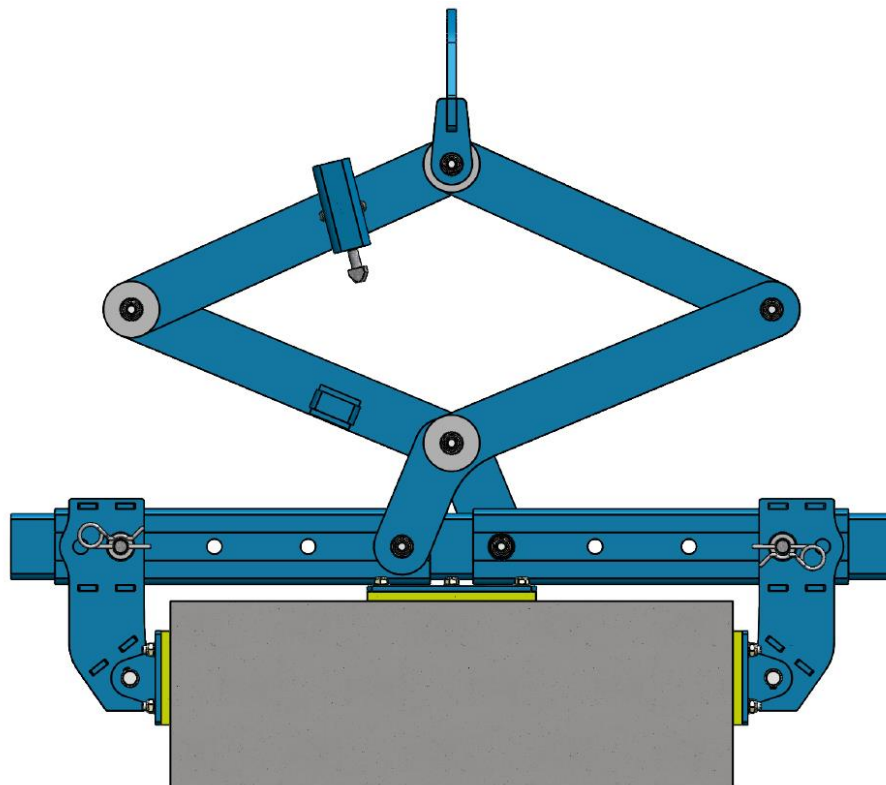

Rys.5 – Chwytnik w pozycji otwartej. Uniesienie chwytnika do góry nad ładunkiem do zamykania zamka
- podnieść chwytnik do góry do momentu zamykania zamka nie zabierając jego z ładunku (rys.5);